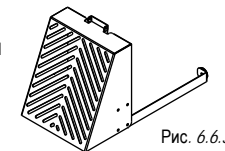

Рис. 6.6.3
6.6.5	Защитное приспособление для патрубка при использовании пластин с отверстием > 8 мм (Рис. 6.6.3)
6.6.5 Защитное приспособление для патрубка при использовании пластин с отверстием > 8 мм (Рис. 6.6.3)